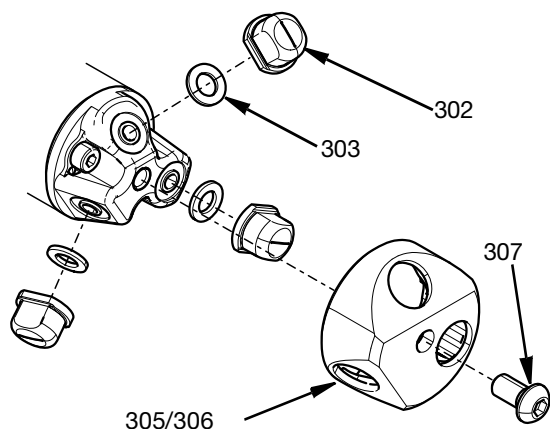

FIG. 9
- a. Demontujte víčko trysky (305/306) s připojenými tryskami (302) tak, že demontujete šroub s půlkulatou hlavou M6 (307).
- b. Poté lze sejmut těsnění trysky (303). Viz FIG. 9